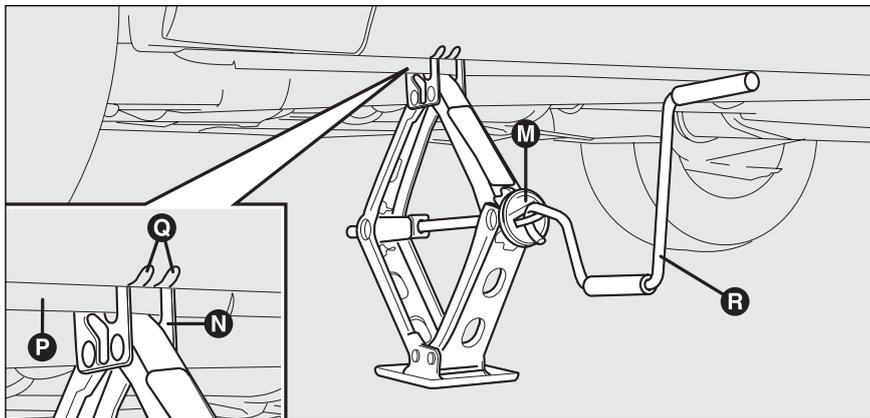

fig. 7
- actionner le dispositif **M**-fig. 7 de manière à détendre le cric jusqu'à ce que la rainure **N** sur la partie supérieure du cric s'engage correctement sur le profil inférieur **P** prévu sur la carrosserie près de l'indication **Q** (à 72 cm environ du centre de la roue avant ou bien 75 cm du centre de la roue arrière);
- introduire la manivelle **R**-fig. 7 pour permettre l'actionnement du cric et soulever la voiture jusqu'à ce que la roue se lève du sol de quelques centimètres;
- actionner la manivelle **R-fig.7** du cric de façon à baisser la voiture et enlever le cric;